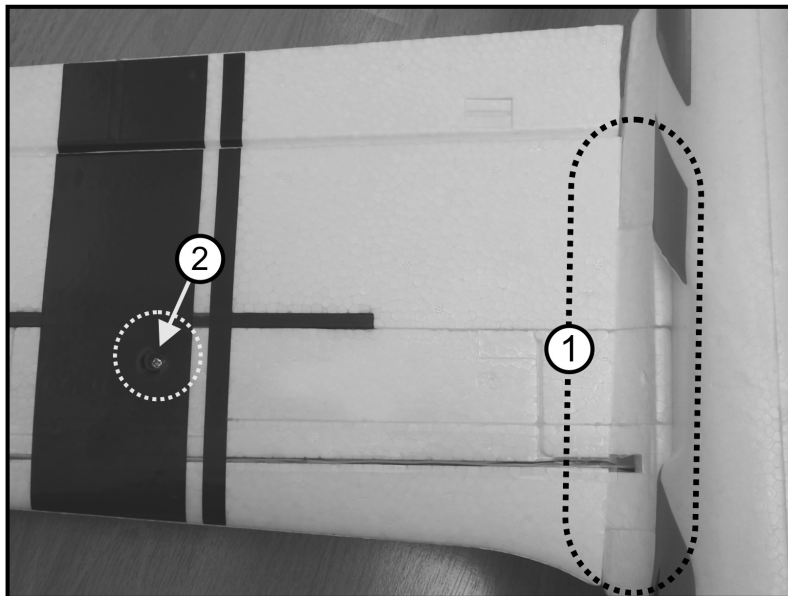

Bild 7
Die Tragflächen werden links und rechts in die Aussparungen an den Rumpf montiert. Schieben Sie hierzu in die Tragfläche (1) den mitgelieferten Flächenstab (2) hinein. Der Flächenstab wird später bei aufgesteckten Tragflächen durch je eine Schraube gesichert. Zur Montage des Flächenstabs müssen diese Schrauben bei der Erstmontage eventuell etwas heraus gedreht werden (siehe Bild 7).